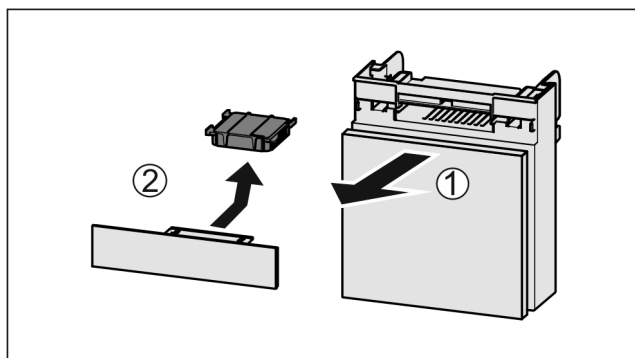

Fig. 220
- Pretinac izvucite Fig. 220 (1) prema naprijed.
- Izvadite filtarski s aktivnim ugljenom Fig. 220 (2).